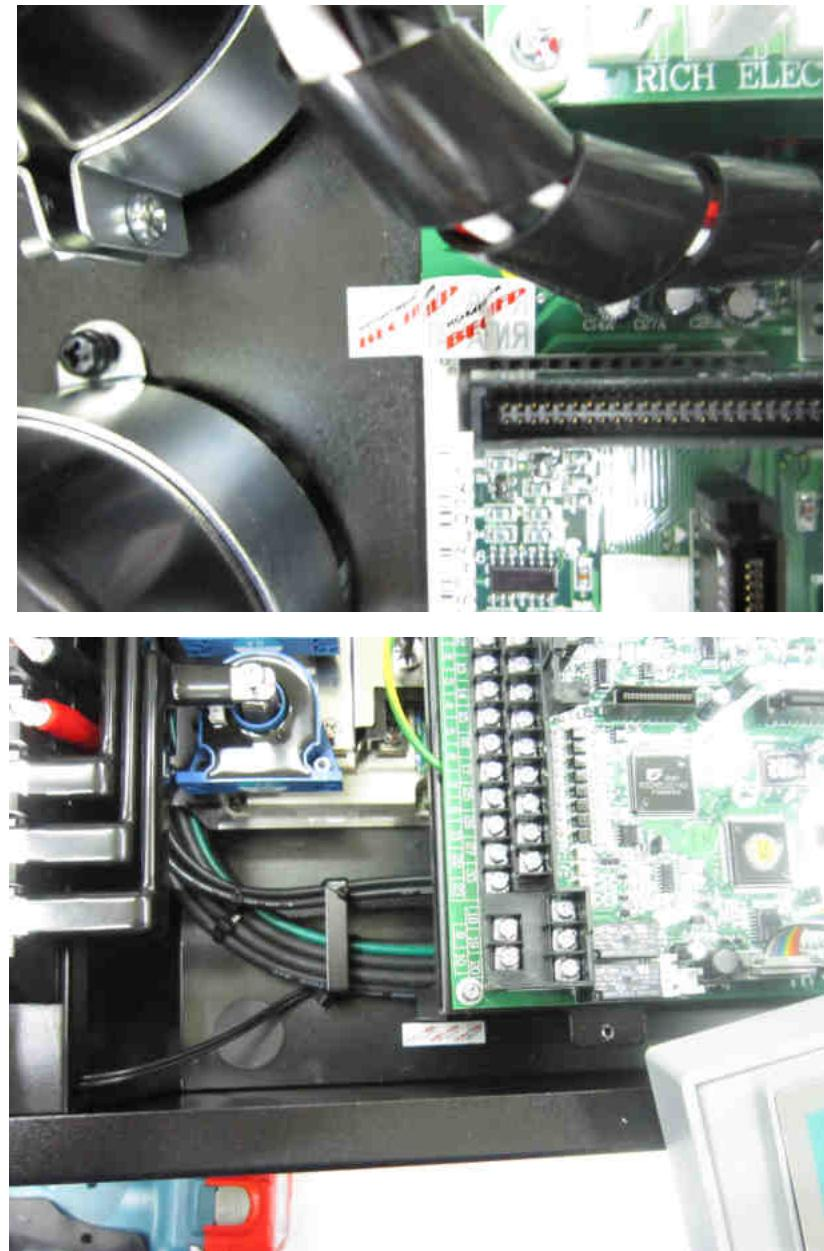

Рис.8.3. Расположение ремонтных гарантийных наклеек.
- 8.14. Наклеить ремонтные гарантийные наклейки в соответствии с рис. 8.3.